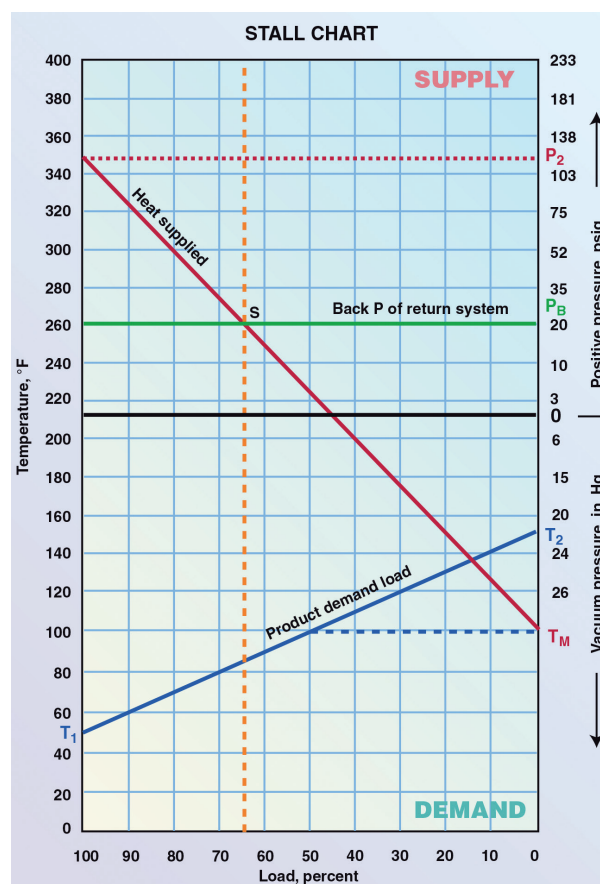

Figura 2
El uso de los GB es muy sencillo. Fijamos una P2 de salida de la válvula y una P_b necesaria de salida del intercambiador. También serán necesarias las temperaturas T1 y T2. Definiremos T_m como la temperatura media entre T1 y T2. Con estos datos puestos en la Figura 2, podemos definir los conceptos siguientes:
- El punto de bloqueo (punto S) será la intersección de la presión P_b y el calor suministrado. En la Figura 2 podemos ver que está aproximadamente al 65 % de carga.